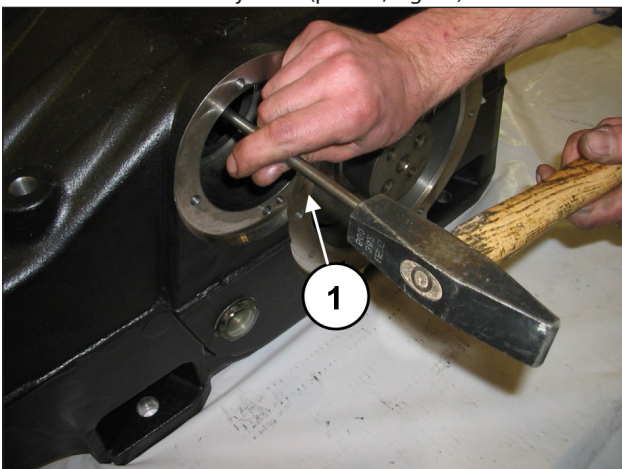
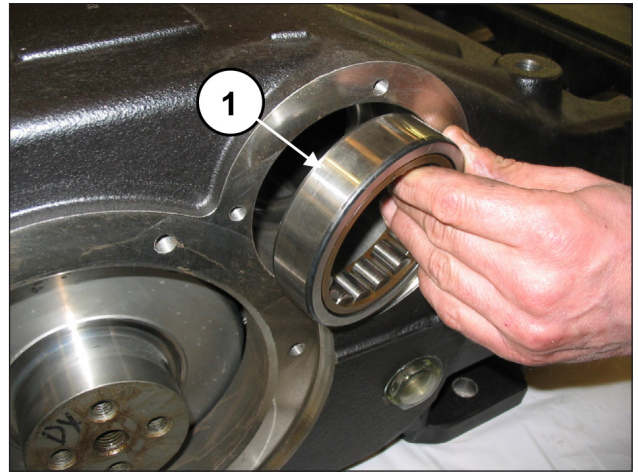
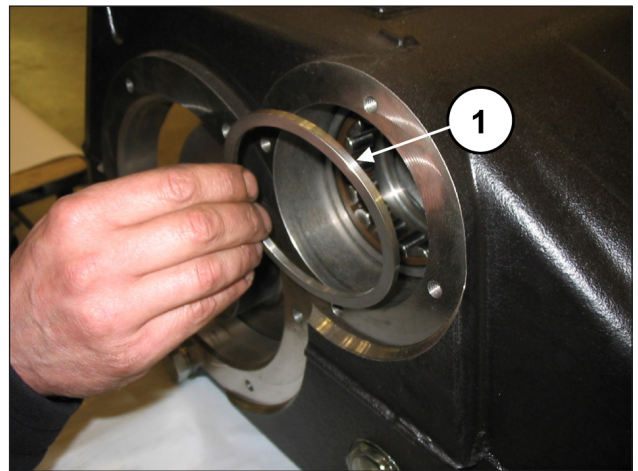
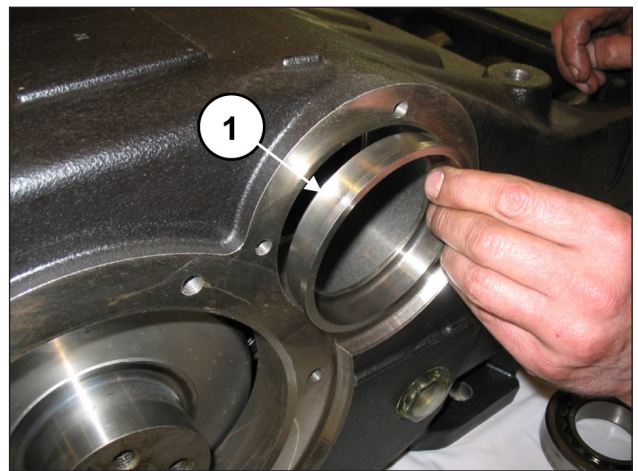

Fig. 34
Fig. 35
Fig. 36
Fig. 37
Utilizando una herramienta lo suficientemente larga (pos. ①, Fig. 34) y una herramienta de percusión, extraer las anillas de los cojinetes del cárter de la bomba (pos. ①, Fig. 35), el distanciador del cojinete externo (pos. ①, Fig. 36) y el casquillo de lubricación de los cojinetes (pos. ①, Fig. 37).